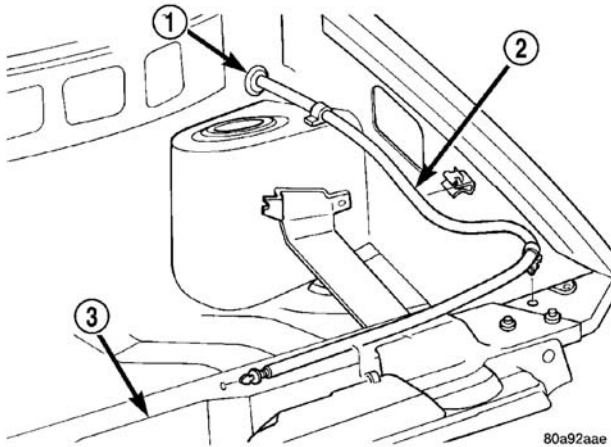

图 5 发动机罩释放拉线的敷设
- （8）从锁门向后敷设拉线，并使其通过发动机舱，并朝向动力制动助力器附近的仪表板（图 5）。
- （3）拉动铁丝，将拉线通过发动机舱朝向发动机罩锁（图 5）。